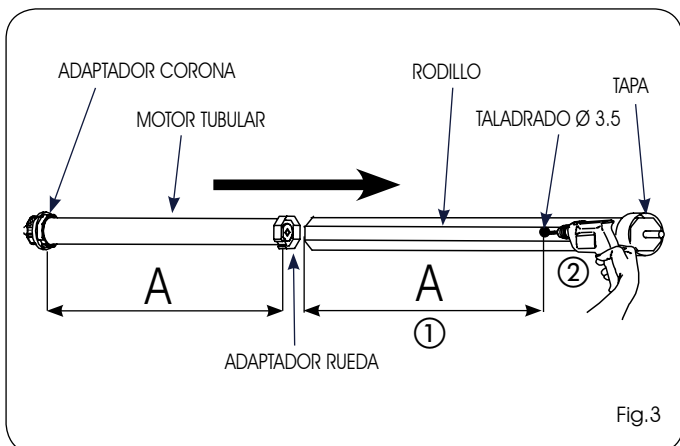

Fig.3
- 1) Realice un taladrado con una broca $\varnothing 3$ mm en el rodillo (Fig.3 ref.②) a la distancia A (Fig.3 ref.①), tomando como referencia la tabla 1.